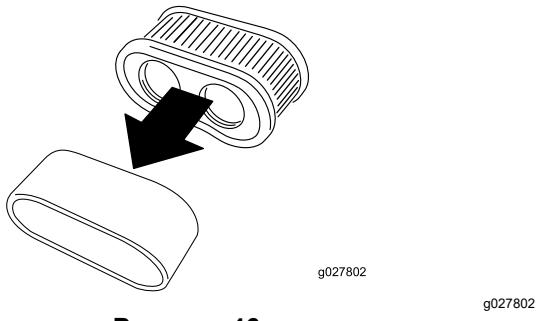

Рисунок 46
5. Отделите друг от друга элементы из пеноматериала и бумаги (Рисунок 46).